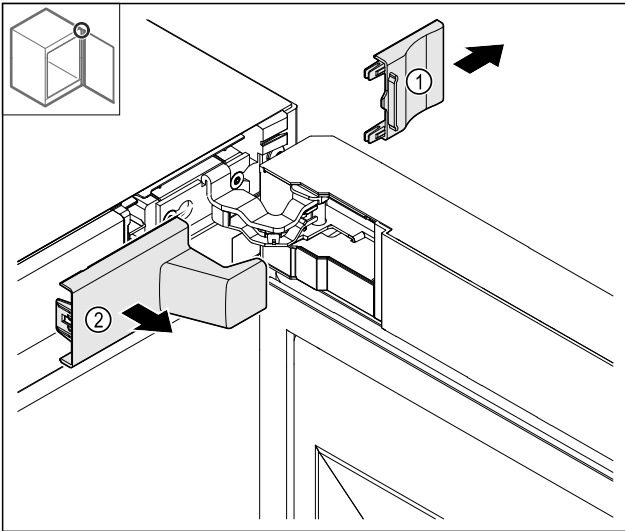

Fig. 13
- ▶ Отстранете капака Fig. 13 (1) и след това Fig. 13 (2).